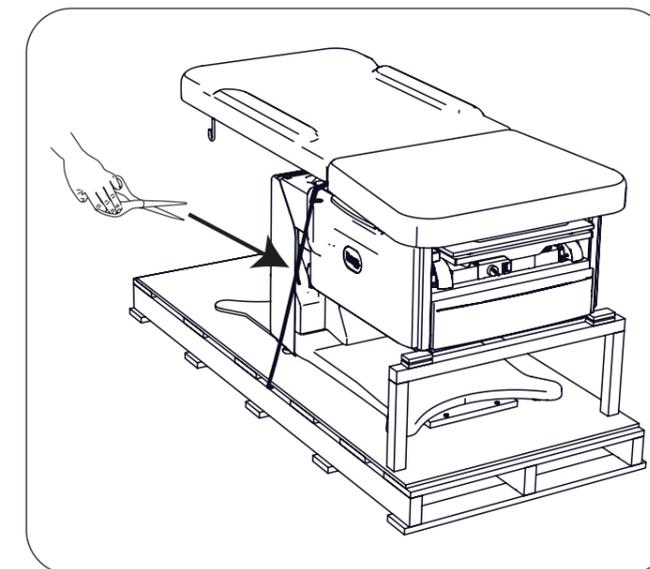

Figure 7. Couper la sangle d'expédition
1. Coupez la sangle d'expédition et jetez la sangle et le tube en mousse (Figure 7).